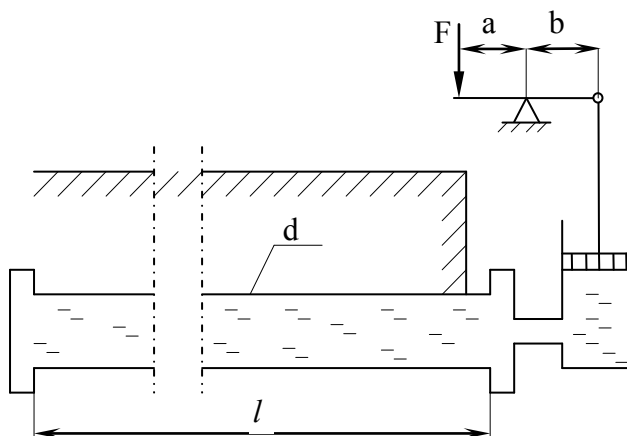

Рисунок 3.2
3.2.11 Для опресування водою підземного трубопроводу (перевірка герметичності) застосовується ручний поршневий насос. Визначити об'єм води (модуль пружності $K = 2000 \text{ МПа}$), який потрібно закачати в трубовід для підвищення надлишкового тиску в ньому від 0 до P (рис. 3.2).